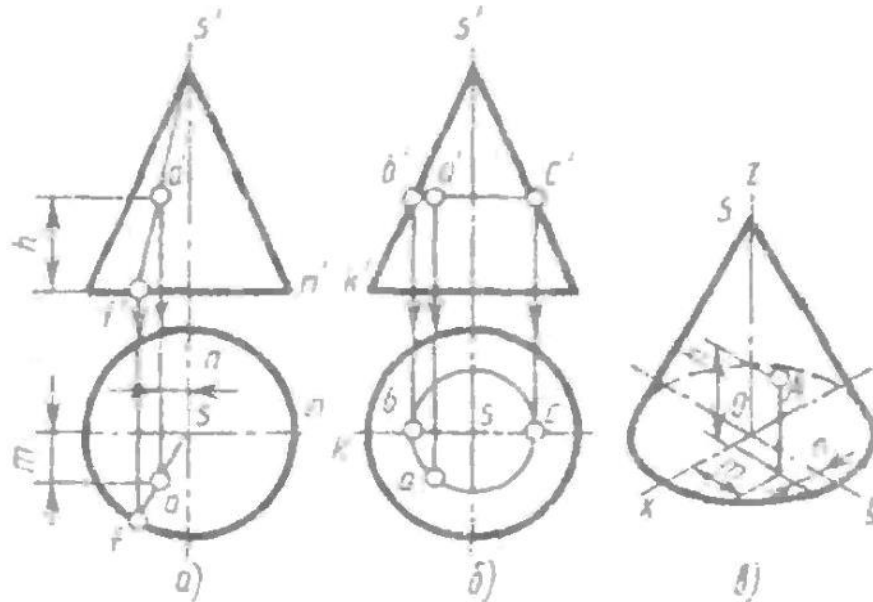

Рисунок 10 - Построение изометрии конуса и точки на его поверхности
7. Построить точки на поверхности конуса согласно варианту, рисунок 10, измеряя координаты m , n , h точки A на комплексном чертеже.